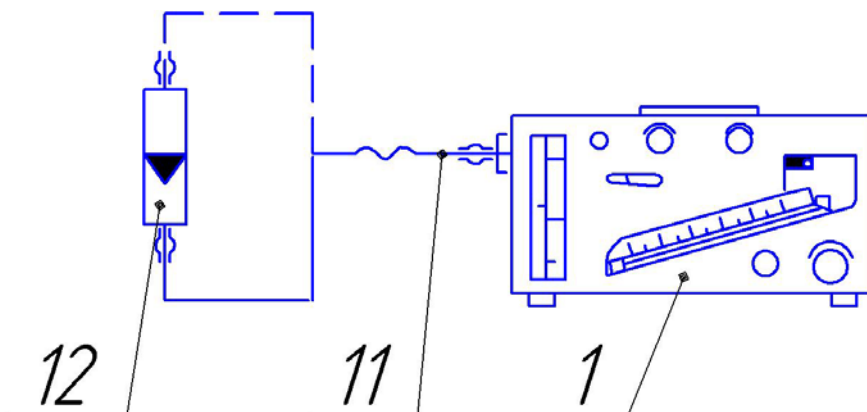

Рисунок 13 – Схема для определения погрешности расходомера
12.4.10 Для определения погрешности расходомера присоедините к штуцеру прибора ротаметр, как показано на рис. 13. Установите рычаг КЛАПАН в положение ОТКР., маховичок КР – в положение МАНОМЕТР, маховичок КЗ – в положение ОТСАС., а маховичок ПОТОК поверните в сторону МЕНЬШЕ до упора. Штуцер манометра-реометра должен быть закрыт. Откройте вентиль баллона и вращением маховичка ПОТОК создайте в приборе такой поток, чтобы верхний (черный) поплавок расходомера установился против черной риски, обозначенной цифрой 1. Определите расход по показанию ротаметра с точностью до 0,1 дм³/мин. Увеличьте поток настолько, чтобы нижний (красный) поплавок расходомера устанавливался поочередно против рисков, обозначенных цифрами: 6, 7, 9, 10 и 15 (при необходимости замените